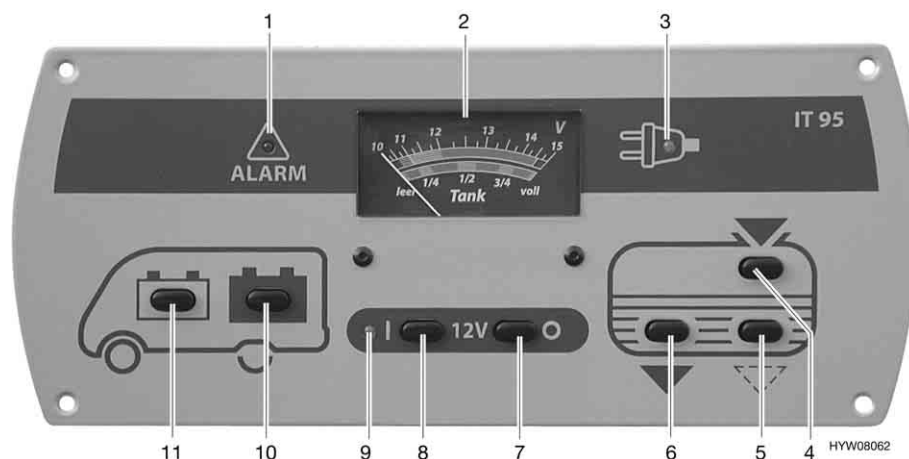

Fig. 39 Pannello di controllo (IT 95)
L'interruttore principale a 12 V (Fig. 39,7 e 8) inserisce o disinserisce il pannello di controllo e l'alimentazione a 12 V dell'abitacolo.
Accensione: ■ Premere l'interruttore (Fig. 39,8) "I": L'alimentazione a 12 V dell'abitacolo è inserita. La spia di controllo (Fig. 39,9) diventa verde.
Spegnimento: ■ Premere l'interruttore (Fig. 39,7) "O": L'alimentazione a 12 V dell'abitacolo è disinserita. La spia di controllo (Fig. 39,9) si spegne.
Per l'indicatore volt/serbatoio (Fig. 39,2) leggere la scala superiore. L'indicatore si illumina automaticamente appena viene premuto un interruttore.
- Premere l'interruttore (Fig. 39,11) "": Viene indicata la tensione della batteria di avviamento.
- Premere l'interruttore (Fig. 39,10) "": Viene indicata la tensione della batteria dell'abitacolo.
Per l'indicatore volt/serbatoio (Fig. 39,2) leggere la scala inferiore. L'indicatore si illumina automaticamente appena viene premuto un interruttore.
- Premere l'interruttore (Fig. 39,4) "  ": Viene indicato il livello del serbatoio dell'acqua.
- Premere l'interruttore (Fig. 39,6) "  ": Viene indicato il livello del serbatoio delle acque grigie.
La spia luminosa rossa "ALARM" (Fig. 39,1) inizia a lampeggiare non appena la tensione della batteria dell'abitacolo scende al di sotto di 11 V (misurazione durante il normale esercizio) con conseguente rischio che la batteria si scarichi troppo.
La spia di controllo a 12 V (Fig. 39,9) si accende non appena l'interruttore principale a 12 V (Fig. 39,8) viene inserito.
La spia gialla di controllo a 230 V (Fig. 39,3) si accende quando all'ingresso della centralina elettrica è presente una tensione di rete.